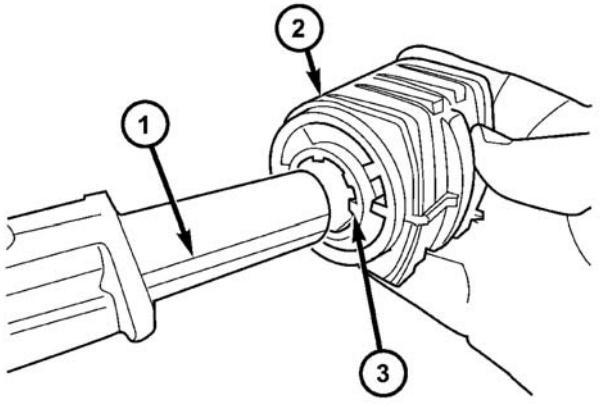

图 26 衬套主花键与凹槽对齐 (右侧所示)
(2) 将衬套内套管上的主花键与下控制臂后衬套杆上的凹槽对齐 (图 26)。用手把衬套套到杆上。